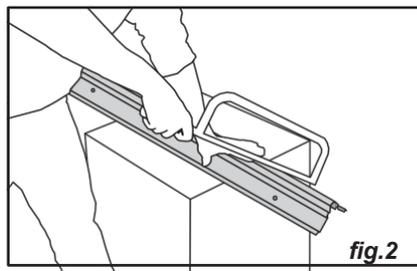

fig.2
■ Cortar o núcleo de alumínio à medida utilizando uma serra circular ou uma serra de arco (fig. 2).